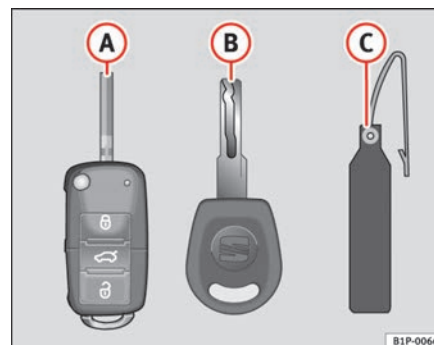

Fig. 42 Jogo de chaves
- uma chave com comando à distância ⇒ **fig. 42 A**,
Só é possível fazer duplicados com o número da chave constante na etiqueta de plástico ⇒ **fig. 42 B**. Por isso: